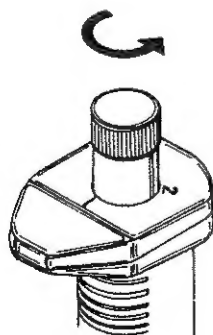

図 4
3. プッシュボタンを回転させて、標線をダイヤルナンバーに合わせて分注容量を設定します。(図4)